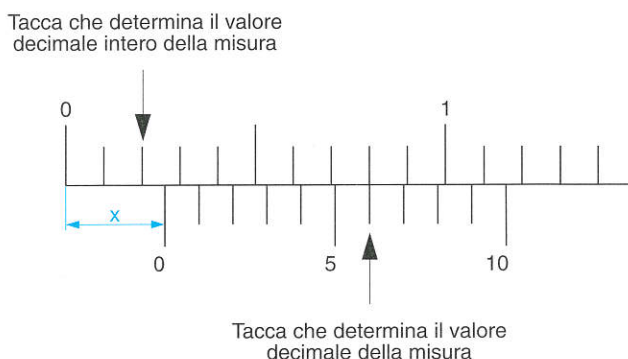

Figura 9. Esempio di lettura del nonio decimale.
b) si cerca sul nonio la tacca che si allinea a una tacca qualsiasi della scala metrica; nel caso evidenziato nella figura 9, il valore rappresenta la parte decimale della misura (... 6).